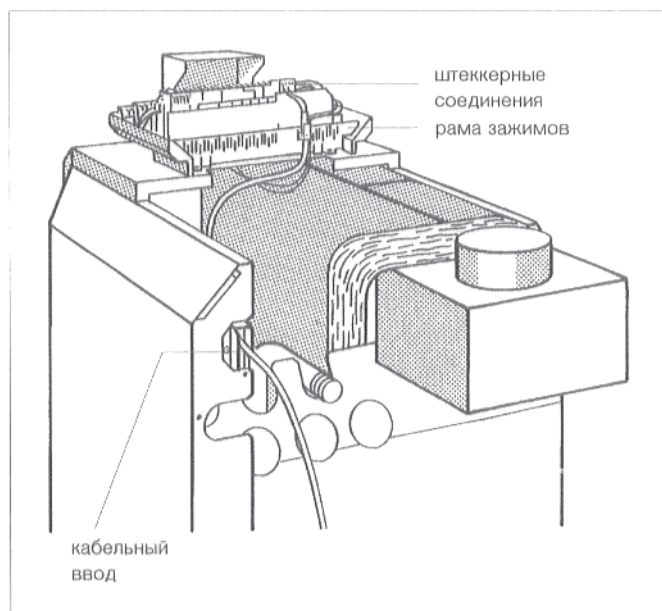
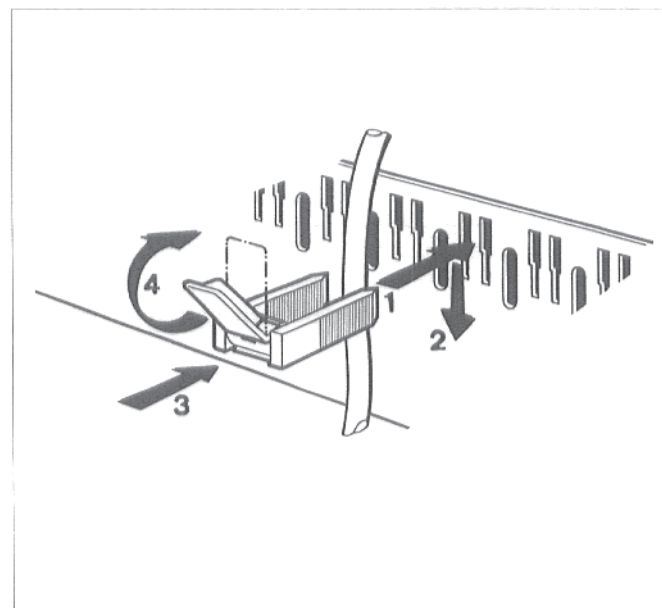

Рис. 18: кабельный ввод и штеккерные соединения
Рис. 19: крепление кабеля кабельным зажимом
- Подключить электропроводку к штеккерным соединениям, соответственно схеме соединений (рис. 18).
Проложить провода сзади, через кабельные вводы, к регулятору (рис. 18).
- Все провода следует закрепить зажимами: вставить зажимы для крепления кабеля с вложенным проводом сверху в раму зажимов (рис. 18); ребро рычажка должно при этом показывать вверх. Вдавить кабельный зажим вниз, при этом придавливая его. Повернуть рычажок вверх (рис. 19).